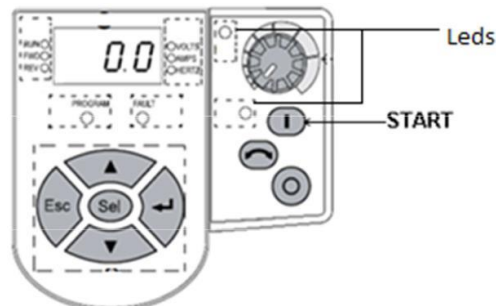

Figura 3 .Botón START en Panel integrado del variador
f) Verifique que los dos indicadores luminosos en el panel de variador de encuentran encendidos (ver figura 3), esto indica que se encuentra listo para arranque manual, si no están encendidos, o solo alguno de los dos hacer lo siguiente:
a) Presione el botón *Start* que se encuentra en el panel integrado del variador como se observa en la figura 3.